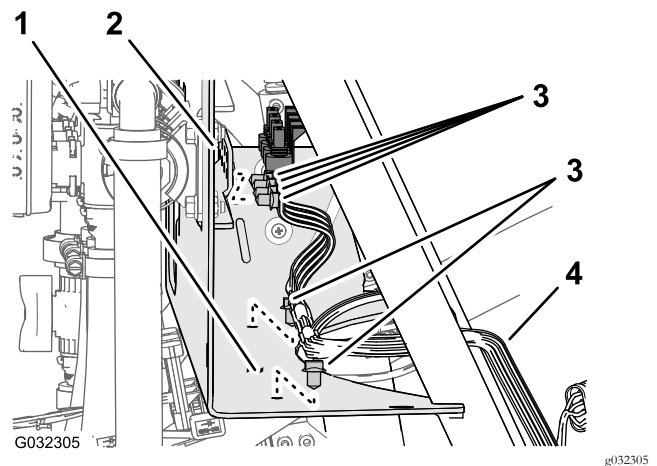

Рисунок 23
3. Снимите вставные держатели, которые крепят задний жгут проводов к отверстиям в передней части и нижней плите крепления коллектора (Рисунок 23).